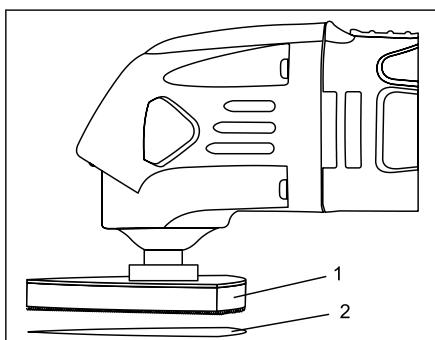
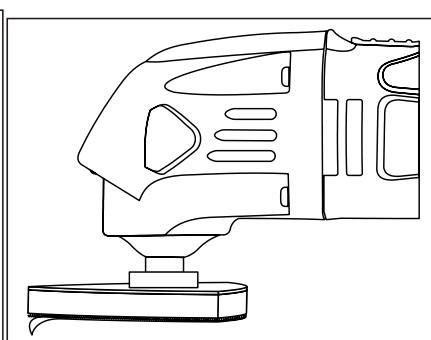

Fig. 3
Fig. 4
**1.** Установите шлифовальную тарелку (1) на инструменте (рис. 3).
**2.** Плотно прижмите кожу (2) к подложке.
**3.** Чтобы удалить наждачной бумагой, просто снимите шкурку от липучке (рис. 4).